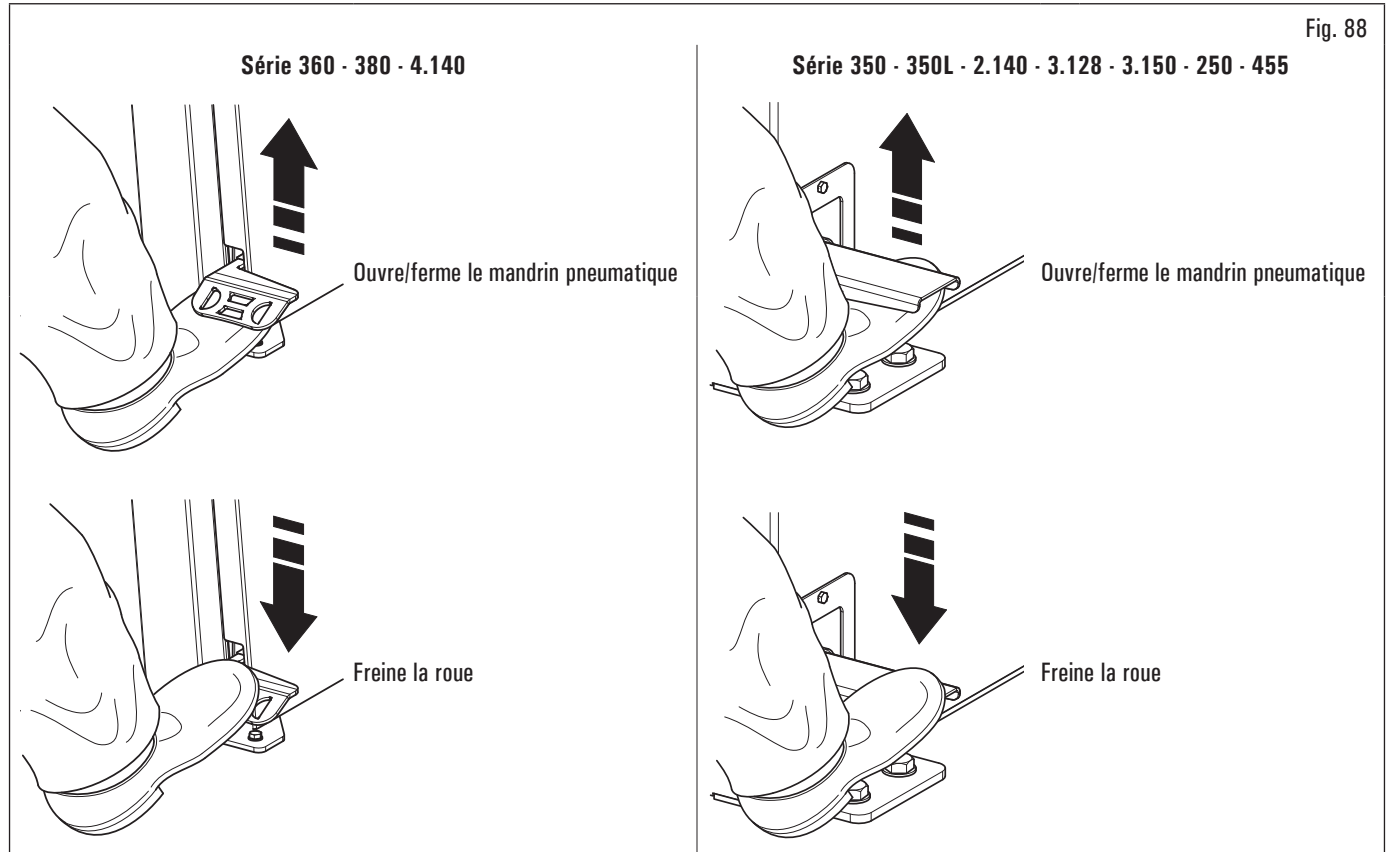

Fig. 88
1. Si le mandrin pneumatique est fermé, ouvrez-le en soulevant la pédale, voir Fig. 88 ;